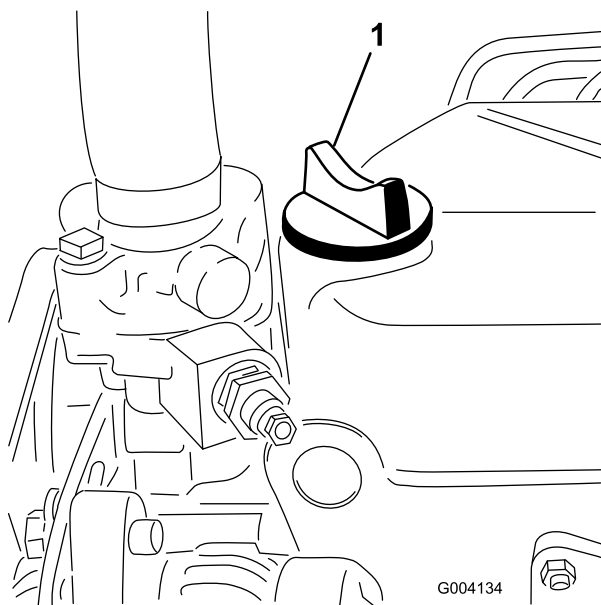

図 17
5. オイルの量が不足している場合は、補給キャップ（図 17）を取り、Full 位置までオイルを補給する。